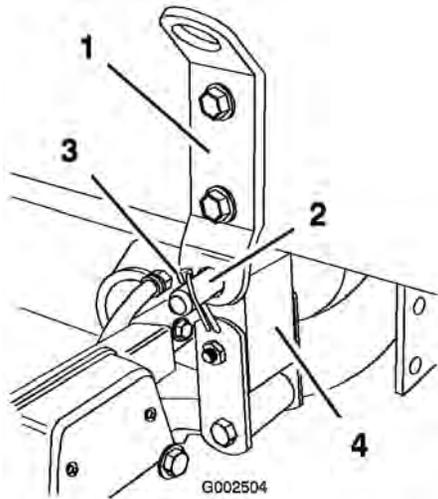

Figure 19
5. Alignez la patte de pivot à l'arrière de l'ensemble patin de cuve sur l'ouverture au bout du châssis du véhicule (Figure 19).
6. Placez un axe de chape (3/4 pouce) et deux goupilles à anneau sur la patte de pivot pour fixer l'ensemble cuve au châssis (Figure 19).